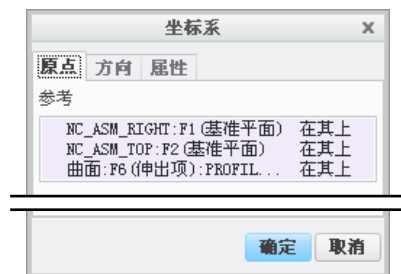
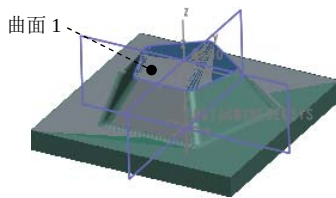

图 3.2.26 “坐标系”对话框
图 3.2.27 坐标系的建立
Step5. 机床坐标系设置。在“操作”操控板单击  按钮，在弹出的菜单中选择  命令，系统弹出图 3.2.26 所示的“坐标系”对话框。按住 Ctrl 键依次选择 NC_ASM_RIGHT、NC_ASM_TOP 基准平面和图 3.2.27 所示的曲面 1 作为创建坐标系的三个参考平面，单击 **确定** 按钮完成坐标系的创建，返回到“操作”操控板。单击  按钮，系统自动选中上一步创建的坐标系为加工坐标系。